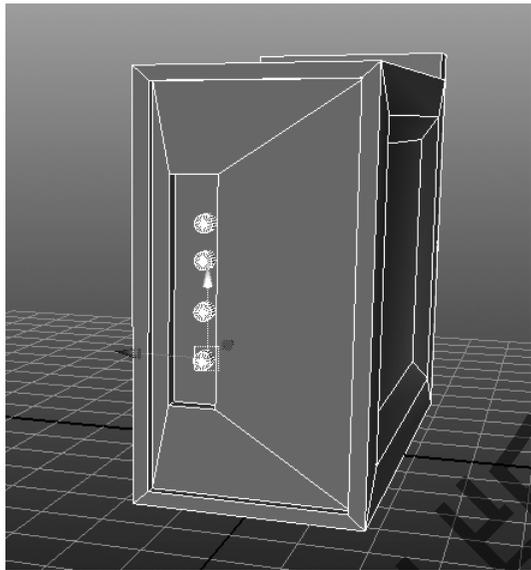

图 4-48 主机效果图
Step 8: 最后,为了增加细节,在机箱后表面添加 4 个圆管物体,并做简单调整,使其形成插口的效果,如图 4-48 所示。